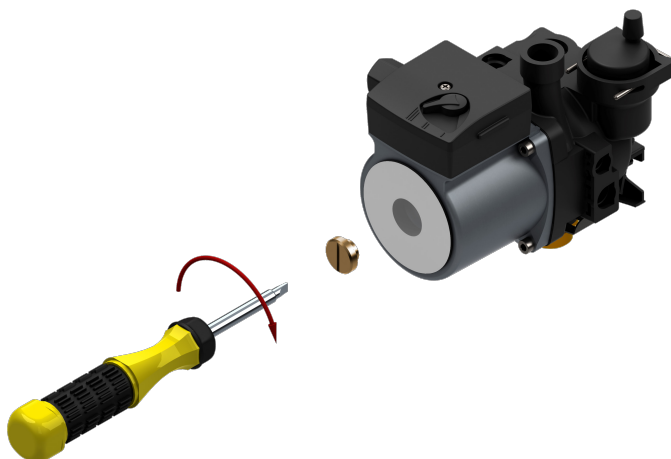

Рис. 5 Проверка циркуляционного насоса
- При давлении свыше 2 бар открыть клапан дренажный (21), см. п. 13.1 на стр. 25, понизив давление до 1,5 бар. При давлении ниже 1 бар – открыть кран подпитки контура отопления (16) и закрыть кран при достижении давления от 1 до 1,5 бар;
- не заблокирован ли насос. Для этого при помощи отвёртки открутите заглушку насоса и поворачивайте его вал несколько раз в разные стороны (см. рисунок 5). Затем плотно закрутите заглушку. При выполнении данной операции возможны протечки теплоносителя из насоса, после установки заглушки необходимо удалить остатки теплоносителя с компонентов котла (протереть);